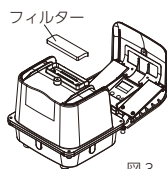

図3
- ④フィルターを上ハウジングから取り外して新品と交換、あるいは清掃してください。(図3)